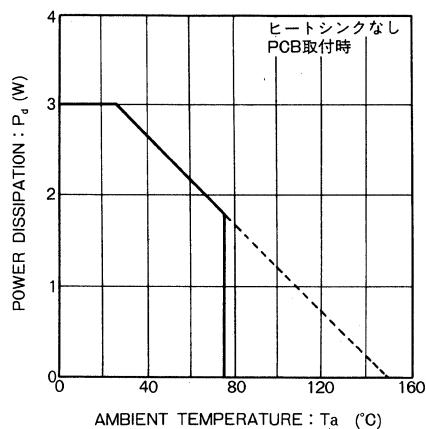

Fig. 3 热耗減率曲線
- 直流負荷抵抗  $R_L$  は Fig. 3 の熱軽減率曲線を参照し、許容損失  $P_d$  を越えないように設定してください。許容損失を越えるような使い方をすると、回路が正常に動作しないことがあるので注意してください。